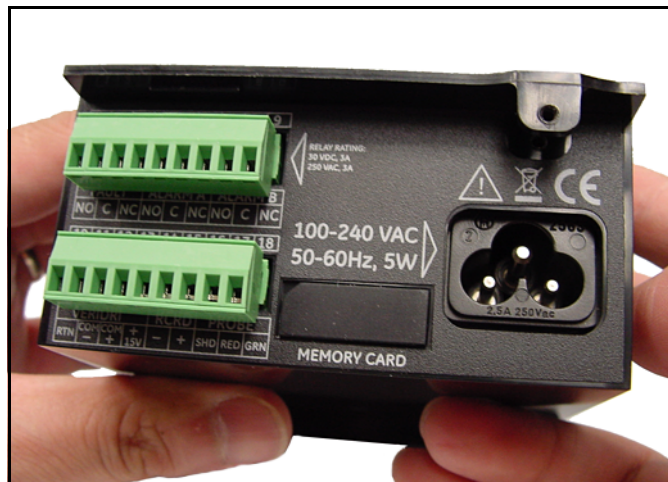

Figura 6: Deslizar a tampa para a parte posterior
4. Deslize a tampa na direção da parte posterior do dew.IQ (veja *Figura 6* abaixo).